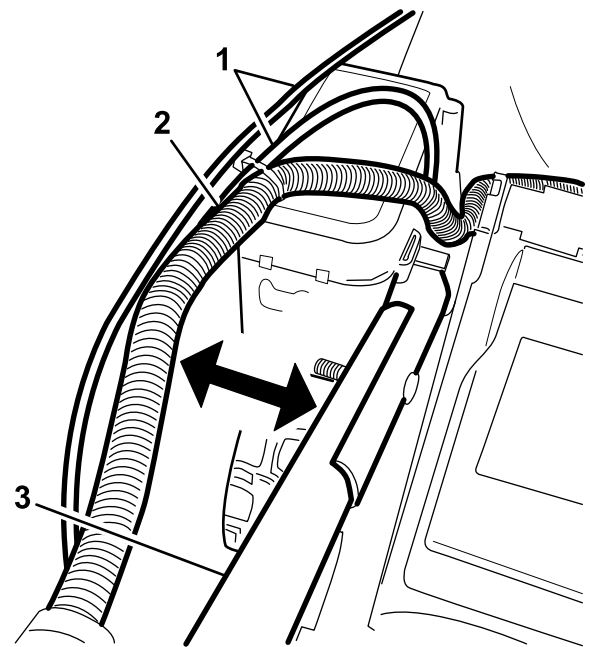

Figura 4
1. Pomo del manillar (2)
**Importante:** Asegúrese de que los cables quedan por fuera del manillar al desplegar el manillar (Figura 4).